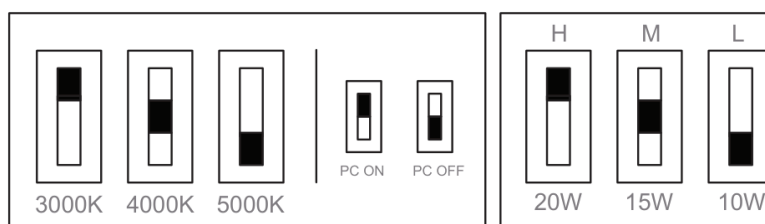

Figure 2 - Cylindre simple
2. Sélectionner la puissance ou la CCT souhaitée à l'aide des commutateurs DIP. Voir la figure 2.